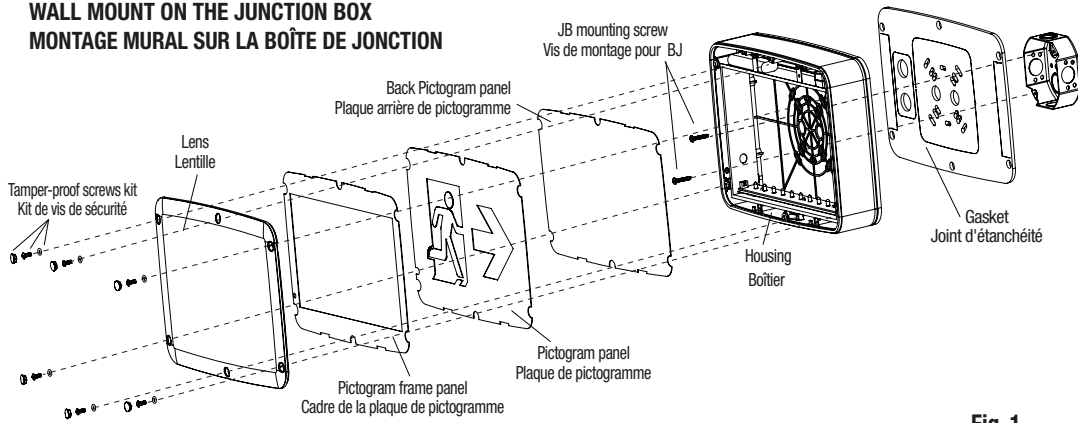

Fig. 1
- 4.a For wall mount installation only (Fig.1), drill the appropriate holes following the designated drill pattern in the back housing. Paste properly the gasket on the back of the unit and route the proper wire through the central hole.
4. a. Pour installation murale seulement (Fig. 1), percer les trous appropriés en suivant le modèle de perçage désigné dans le boîtier arrière. Coller correctement le joint d'étanchéité sur le côté arrière de l'unité et passer les fils électriques par l'orifice central.
6. For Wall, Ceiling and End mount installation only use the two screws to mount the back housing or the spider plate to the surface over the recessed junction box. Tighten the screws enough to compress the gasket to ensure a good sealed joint. (use screwdriver PH2X) (Fig.1, 2 & 3)
6. Pour installation murale, au plafond ou l'extrémité seulement, utiliser les deux vis (utiliser le tournevis PHx2) pour faire le montage du boîtier ou de la plaque perforée sur la boîte de jonction encastrée. Serrer les vis suffisamment pour comprimer le joint d'étanchéité pour assurer un joint scellé. (Fig.1, 2 et 3)